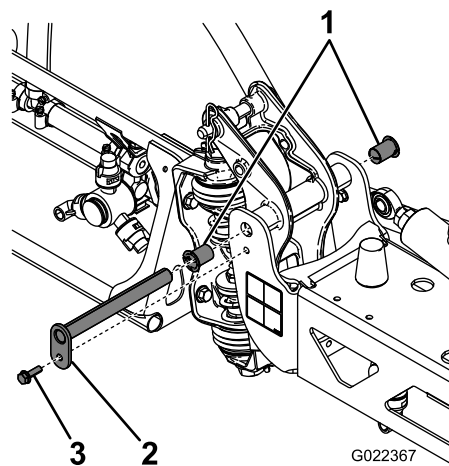

图 63
3. 支撑住喷洒臂的重量然后拆下将枢轴销紧固到喷洒臂组件的螺栓和螺母图 63。
4. 卸下固定枢轴销的螺栓和螺母然后取下枢轴销图 63。
- 从枢轴支架的前后侧拆下尼龙轴套并进行检查图 63。
- 在尼龙轴套上涂上少量的机油然后将轴套装回到枢轴支架上图 63。
- 将喷洒臂和枢轴支架装回中心机架上与孔对齐图 63。